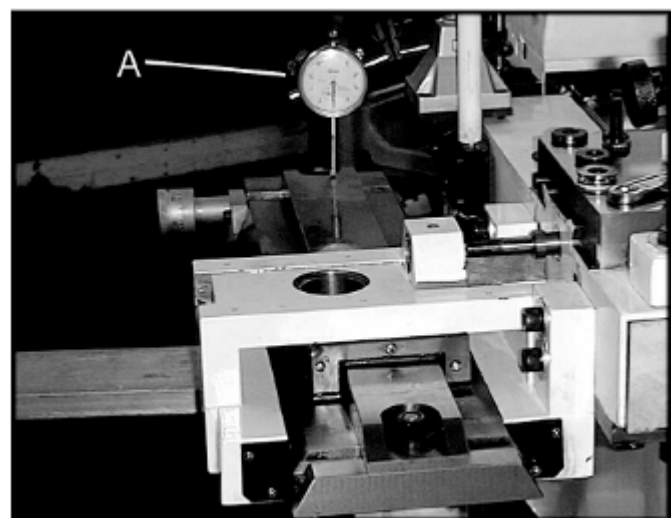

Рис. 6
9. Установите и выровняйте продольные направляющие по всей длине, используя шкалу. Отцентрируйте внутренние ползуны на ходовом винте. Направляющие выровнены, если разница от одного конца до другого меньше, чем 1,0 мм (А, рис. 6).